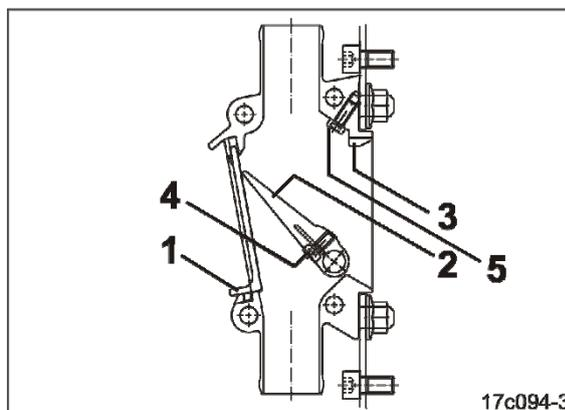

Fig. 193
2. Desplazar la ventana de montaje (Fig. 193/1) hacia arriba y extraerla hacia delante de la caja de trampillas.
3. Presionar la trampilla (Fig. 193/2) contra el tope (Fig. 193/3) y atornillarla al eje. No atornillar demasiado el tornillo de hexágono interior (Fig. 193/4), para no sobretensar la trampilla.
4. Girar el tornillo de inmovilización (Fig. 193/5) sin tensión, para que la trampilla pueda pasar la cabeza del tornillo sin obstáculos.